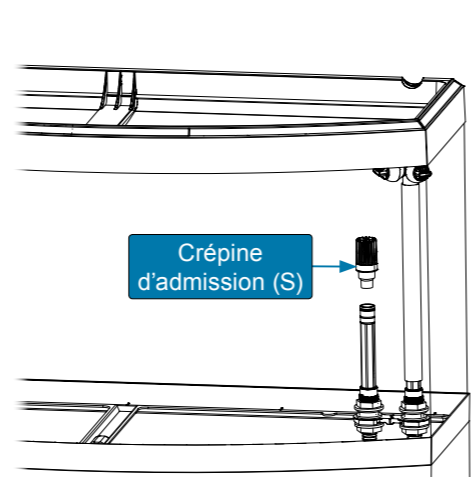
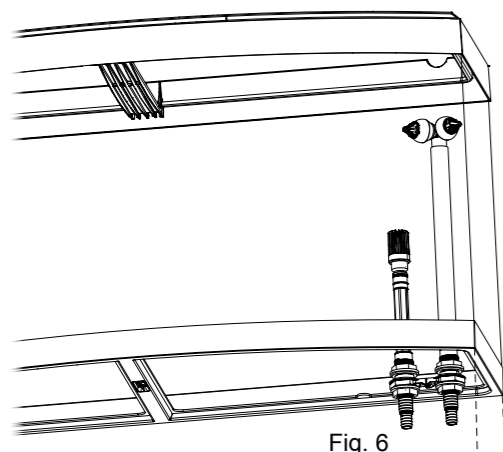
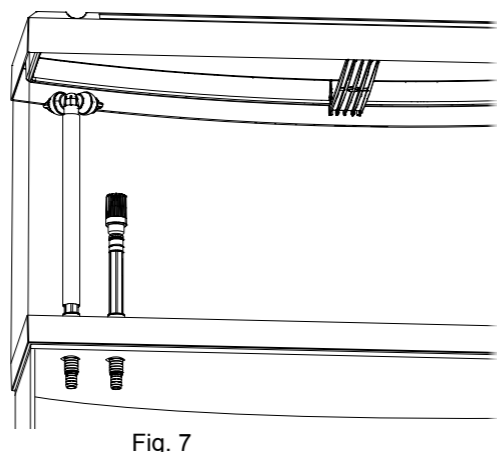

Fig. 5
Fig. 6
Fig. 7
4. Insérer la crépine d'admission (S) dans le tube de raccordement (A) (Fig. 5). Le résultat de l'assemblage final est affiché aux Fig. 6 et Fig. 7.